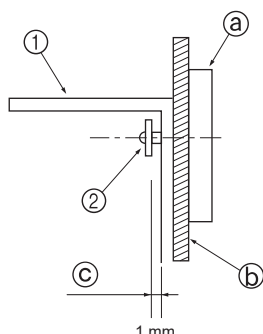

Fig. 3-4
- Bevestig de beugel eerst aan de muur en draai hierna de schroef aan zodat de beugel op en neer kan worden geschoven. (Fig. 3-4)
- ① Bevestigingsbeugel
- ② Zelftappende schroef